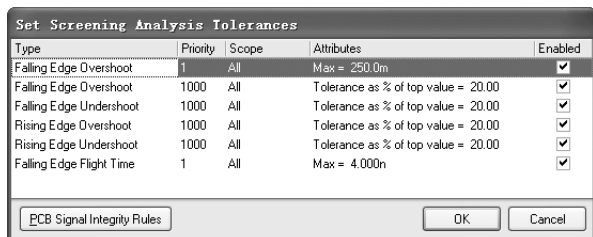

图 13-34 “设置扫描分析公差”对话框
- Set Tolerances（设置公差）：选择该命令后，系统将弹出如图 13-34 所示的“Set Screening Analysis Tolerance”对话框。公差（Tolerance）用于限定一个误差范围，代表了允许信号变形的最大值和最小值。将实际信号的误差值与这个范围相比较，就可以查看信号的误差是否合乎要求。对于显示状态为“Failed”（失败）的信号，其主要原因是信号超出了误差限定的范围。因此在进行进一步分析之前，应先检查公差限定是否太过严格。